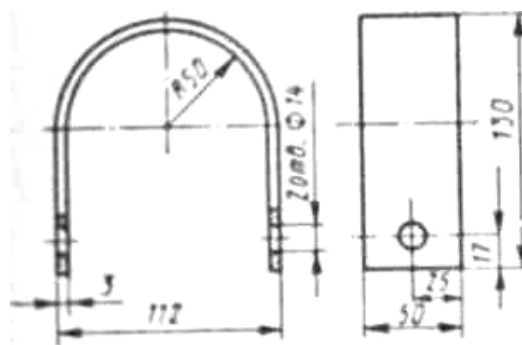

Рис. 34
2. Разработайте процесс изготовления детали (рис. 34) методом холодной листовой штамповки. При выполнении работы следует; установить технологический операции, необходимые для получения доили; определить размеры заготовки; установить вид исходного материала, привести его химический состав и механические свойства; изобразить схему раскроя и определить коэффициент использования материала; выполнить необходимые технологические расчеты; определить технологические зазоры при выполнении разделительных операций; определить минимально допустимый радиус гибки; выбрать штамп и указать последовательность выполняемых на нем операций; изобразить схему штампа и описать его работу; установить способ подачи заготовки в штамп; определить усилия на операциях; привести схему оборудования и описать его работу. Материал детали - сталь 10.